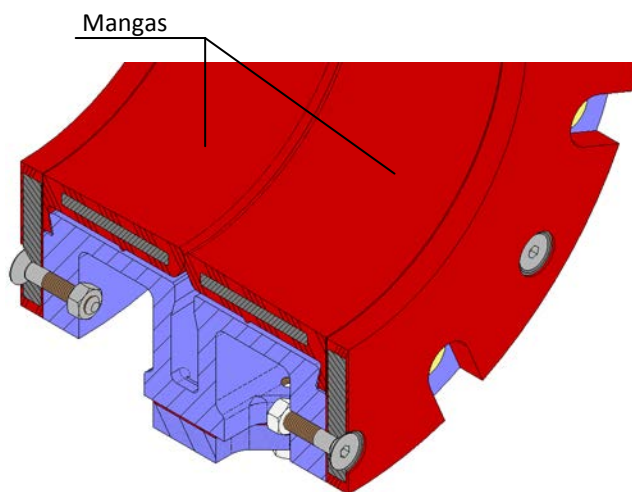

fig. 6
3. Colocar o cortador (2) na posição aberta.
4. Soltar os parafusos que prendem os retentores de mangas (8), de modo a poder retirá-los e aceder às mangas (7).
5. As mangas (7) são substituídas a partir do exterior do corpo da válvula; trata-se de um suporte de duas peças simétricas. A seguir mostramos um desenho do suporte (fig. 6).
7. Uma vez lubrificados com vaselina, colocar a novas mangas (7) das mesmas dimensões que os retirados.